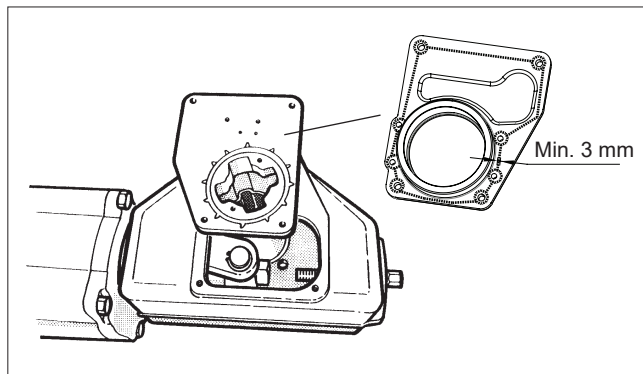

Fig. 14 Montering av locket på huset
- Applicera tätningsmedel på gängan på lagerenhetens skruv (29), till exempel Loctite 225, och dra åt skruven i enlighet med tabell 2.
- Fäst huslocket tillfälligt så att sekundäraxelns lager fungerar men länket fortfarande kan ses, se fig. 14. Notera jordningsringarna (3A, 4A).
- Rengör huset och täck kontaktytan. Applicera en lämplig mängd tätningsmassa (minst 3 mm i diameter i ett kontinuerligt spår, i enlighet med fig. 14), till exempel silikonmassa, på gränssnittet mellan hus och lock, och dra åt locket.
- Rengör huset och täck kontaktytan. Applicera en lämplig mängd tätningsmassa (minst 3 mm i diameter i ett kontinuerligt spår, i enlighet med fig. 14), till exempel silikonmassa, på gränssnittet mellan hus och lock, och dra åt locket. Se tabell 2 för vridmoment.
- Montera den nya tryckutloppsventilen (58) på huslocket.